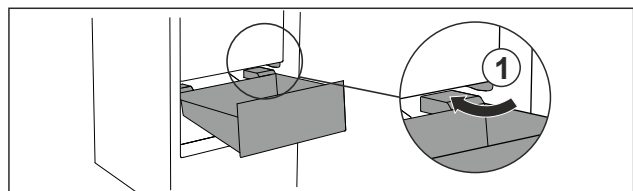

Fig. 72
- Schubfach schräg um die Stopper Fig. 72 (1) herumführen.